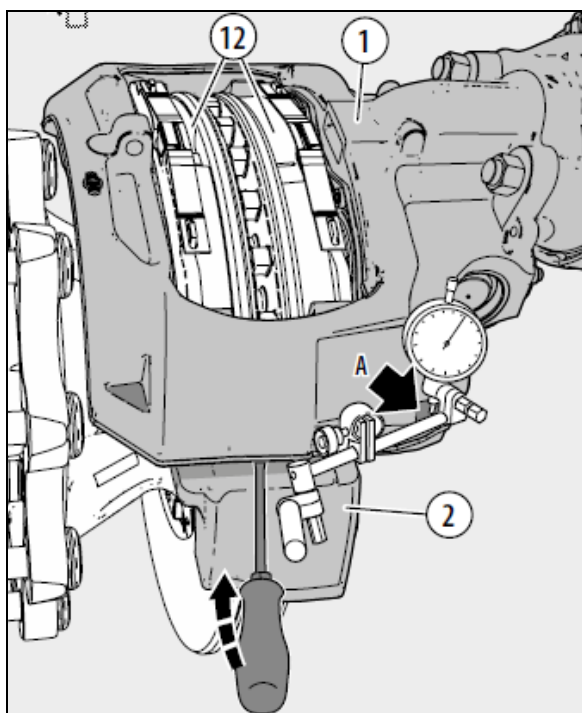

Figure 43: Parvenir à la valeur maximale du jeu du mécanisme de guidage
3. Fixer un support de comparateur à base magnétique sur le support (2) sur le côté d'appui flottant de l'étrier (1). Utiliser l'embout en fonte sur l'étrier (1) comme point de mesure (voir flèche A, Figure 43).
- Placer un outil adapté (par ex. un tournevis d'au moins 200 mm de long) au centre entre le support (2) et l'étrier (1), et les soulever dans les directions opposées (à la main, avec une force "normale").